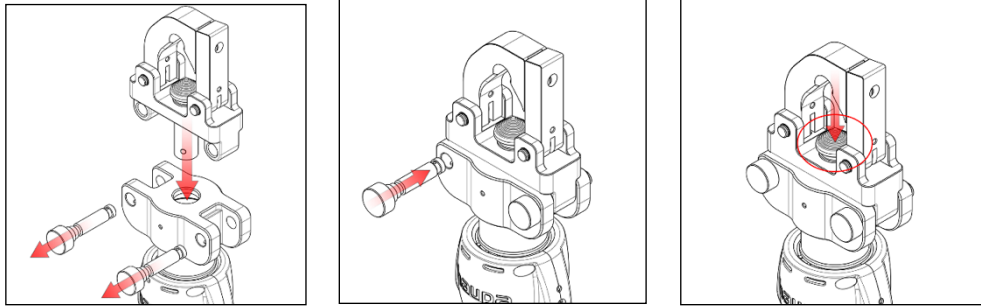

Bild 3: Dornpresskopf, Art. 216763, einfügen
- An den beiden Stiften am Aufnahmeadapter ziehen und den Dornpresskopf, Art. 216763, einfügen, siehe Bild 3 unten: